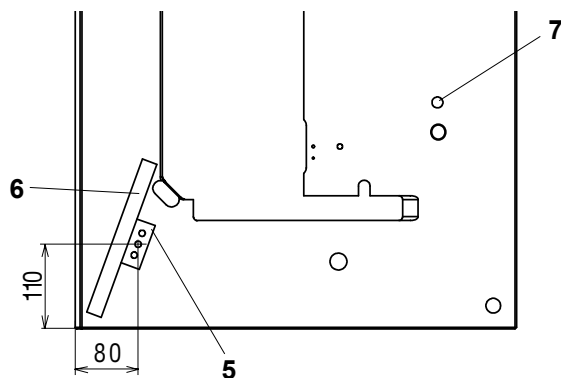

Fig. 8
#### 5.1.1 Montage de la tête de la machine sur le bâti (Fig. 8)
La tête de la machine est toujours munie des charnières montées et d'une tôle inférieure de recouvrement, qui sert seulement au transport de la machine. N'oubliez pas d'enlever le plateau avant de mettre la tête de la machine sur son bâti. Placer la tête de la machine dans la plaque du bâti. Mettre la cheville d'appui, qui est incluse dans l'accessoire de la machine, dans le trou (7, Fig. 8).
Sortir la goupille d'appui hors de la table de machine (Fig.8, pos. 7), insérer les chapeaux (7) dans les trous.